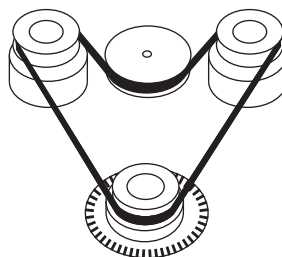

Рис.2
6.6 Замена резинового пассика (рис. 2.):